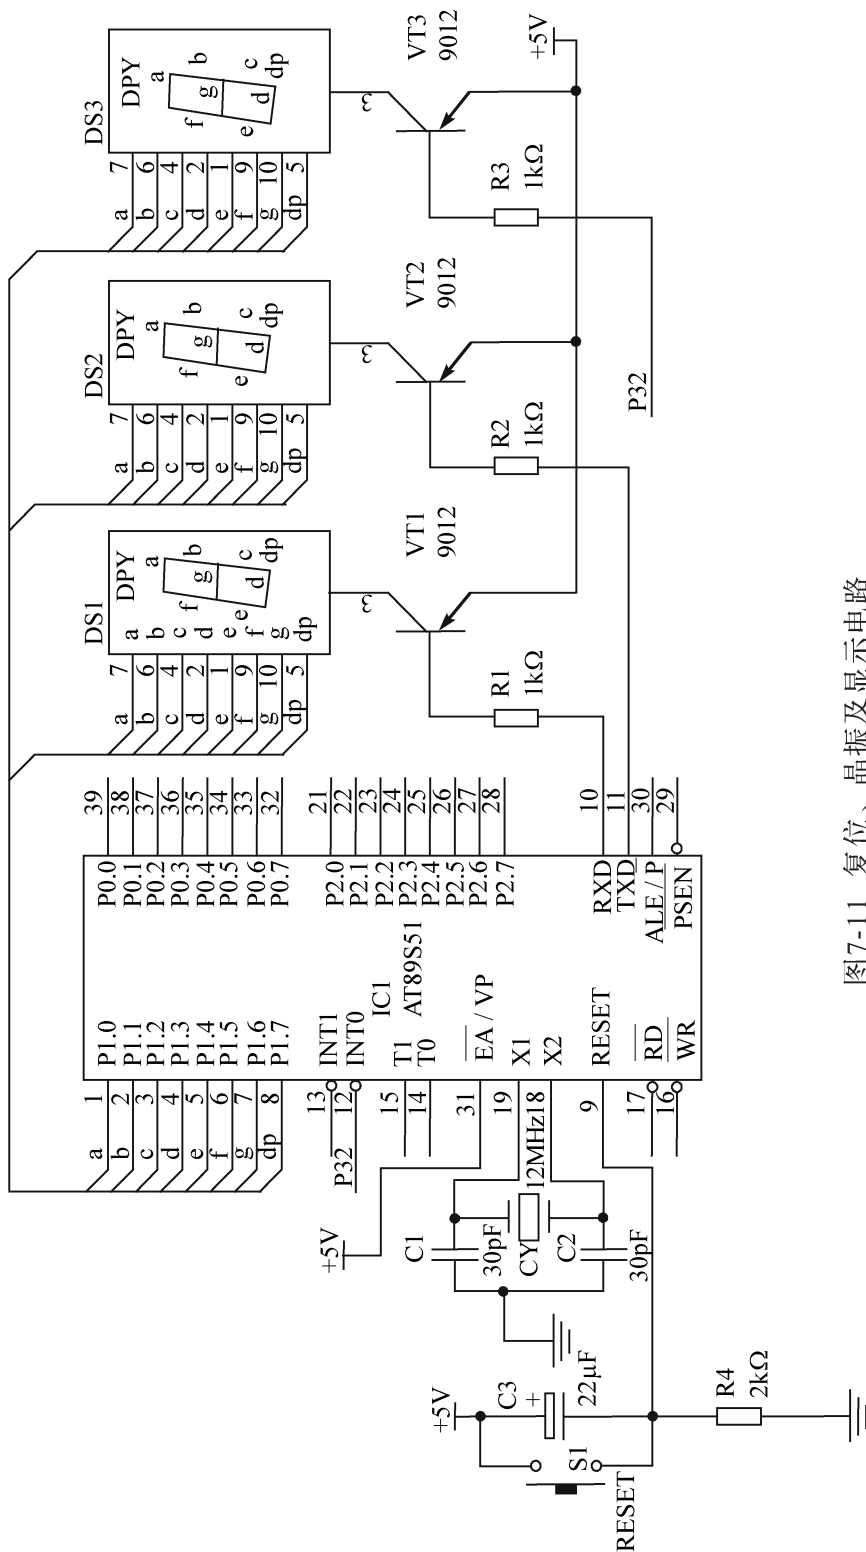

图7-11 复位、晶振及显示电路
数码显示电路：使用三位数码管。为节约硬件投入，采用软件译码、动态扫描方式：P1 口提供段码，P3 口的 P3.0、P3.1、P3.2 作为位控。复位、晶振及显示电路如图 7-11 所示。
- ① 按照如图 7-9 和图 7-11 所示电路原理图在万能实验板中绘制电路元器件排列布局图；
- ② 按照排列布局图依次进行元器件的排列、插装；
- ③ 按照焊接工艺要求对元器件进行焊接，背面用 $\phi 0.5\text{mm} \sim \phi 1\text{mm}$ 镀锡裸铜线连接，直到所有的元器件链接并焊完为止。
根据如图 7-11 所示的电路，求得共阳型八段数码管字形编码表如表 7-5 所示。